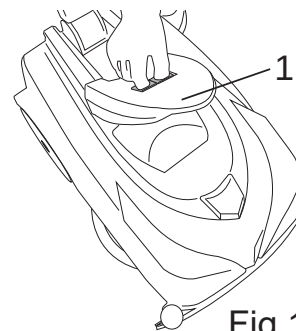

Fig.19
- Desenganche la tapa del depósito de agua sucia presionando hacia adentro los dos cierres deslizantes (Fig.19-Ref.1).